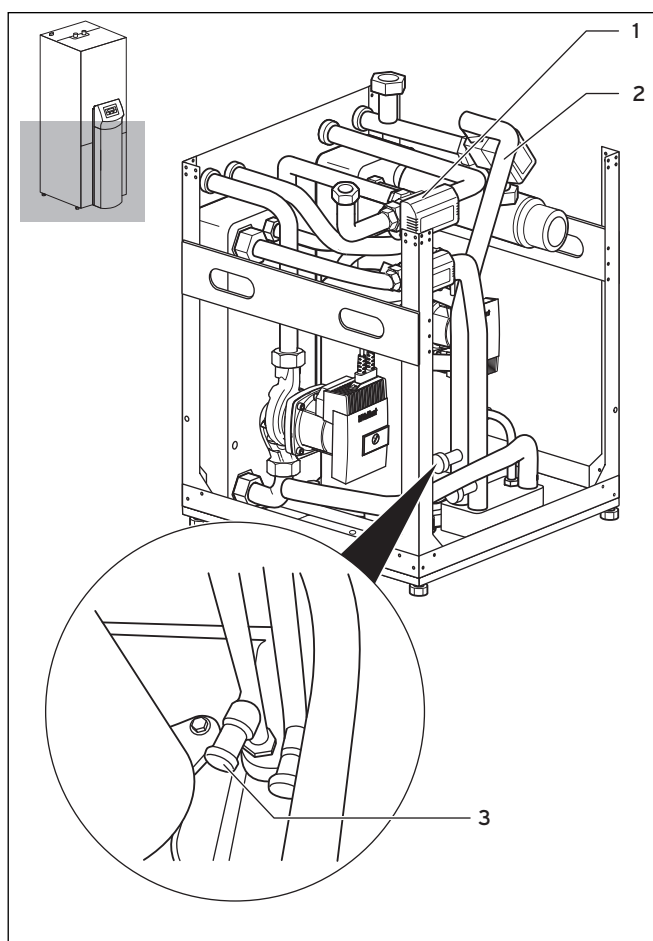

Abb. 6.1 Umschaltventile und Füll- und Entleerungsventil des Heizkreises
- Nehmen Sie dazu die Schraubkappe am Füll- und Entleerungsventil des Heizkreises (→ **Abb. 6.1, Pos. 3**) ab und befestigen Sie das freie Ende des Füllschlauchs daran.